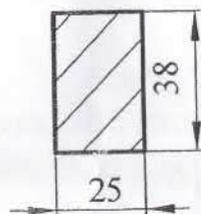

Рис.2
6.8 Выполнить отверстия в удобном для водителя месте для установки переключателей управления ЭСП с рамками (см. рис.2) и установить переключатели.